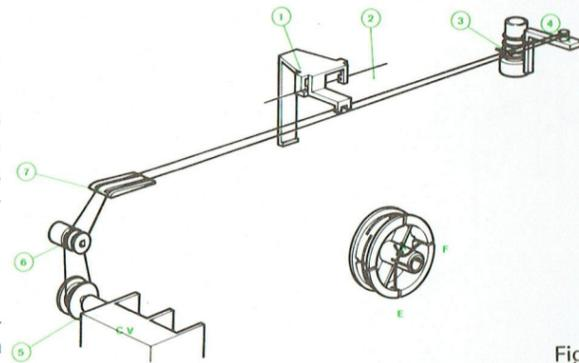

Fig. 2
- 4° - Tourner la poulie de démultiplication (5) dans le sens inverse des aiguilles d'une montre jusqu'en butée (condensateur variable ouvert), (Fig. 2).
- 7° - Engager le cordonnet dans les fentes E et F de la poulie (5) en ayant soin de placer le nœud (A) à l'intérieur de la poulie.
- 8° - Maintenir tendue l'extrémité du cordonnet sortant par la fente (E) et avec l'extrémité sortant de la fente (F) faire trois tours dans le sens des aiguilles d'une montre sur la poulie (5).
- 9° - Effectuer un tour dans le sens des aiguilles d'une montre sur la poulie (6).
- 10° - Avec l'extrémité du cordonnet sortant de la fente (E) faire deux tours dans le sens inverse des aiguilles d'une montre sur la poulie (6).
- 11° - Poser le cordonnet dans les guides du renvoi d'angle (7) avant de le passer autour de la poulie de renvoi circulaire (4).
- 12° - Tourner la poulie (5) dans le sens des aiguilles d'une montre pour fermer le condensateur variable.
- 13° - Fixer l'aiguille (1) sur le cordonnet. Amener le rebord gauche de l'aiguille (1) en coïncidence avec le point repère situé sur le cadran.
- 14° - Vérifier que le fil nylon (2) servant de guide à l'aiguille (1) est bien en place.